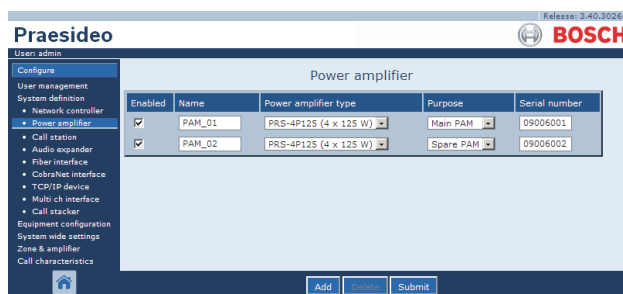

figura 43.8: Eliminar um amplificador de potência, passo 1
- 1 Vá para *Configure > System definition > Power amplifier*. Aparece um ecrã semelhante ao da figura 43.8 na moldura principal da interface da Web.